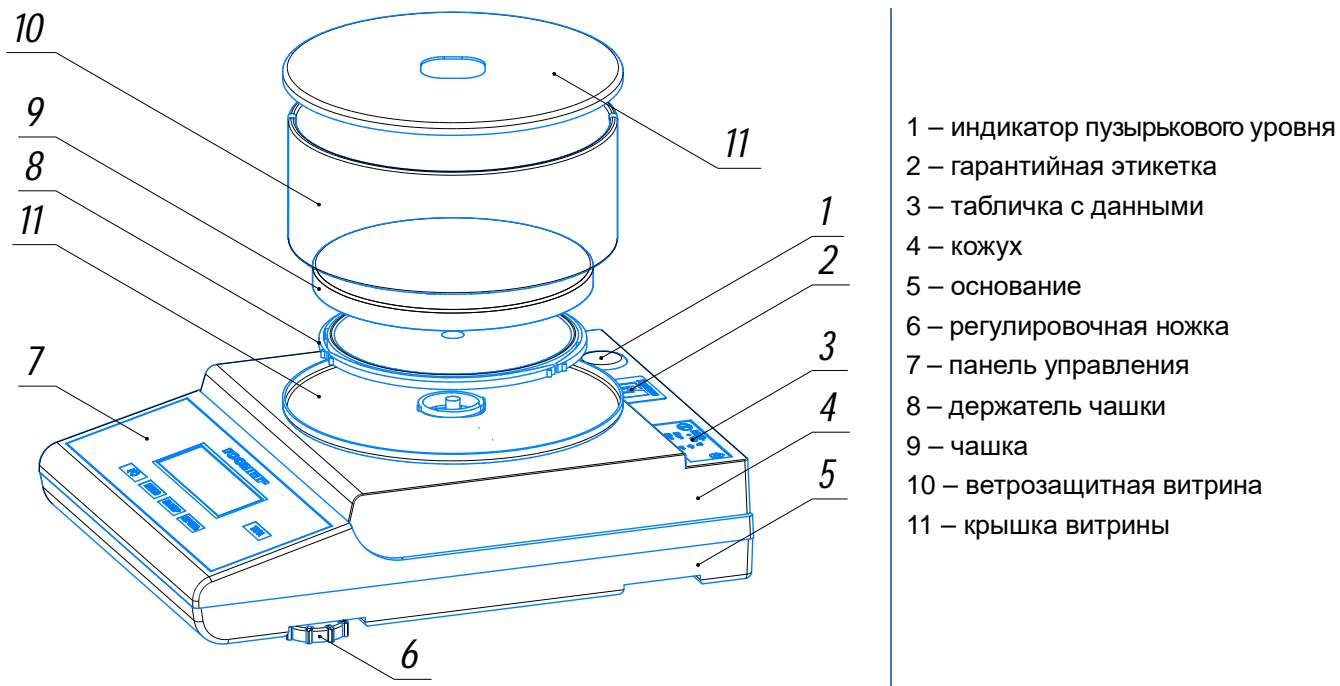

Рисунок 1. Весы с максимальной нагрузкой  $\leq 510$  г и ветрозащитной витриной\*
Весы с действительной ценой деления 1 мг и модификаций ВЛТЭ-210/510 и ВЛТЭ-210/510С (рисунок 1) комплектуются съемной витриной (10), образующей совместно с верхней и нижней крышками (11) защищенную от воздушных потоков весовую камеру. Нижняя крышка поворотом ее влево или вправо фиксируется в центре кожуха (4).